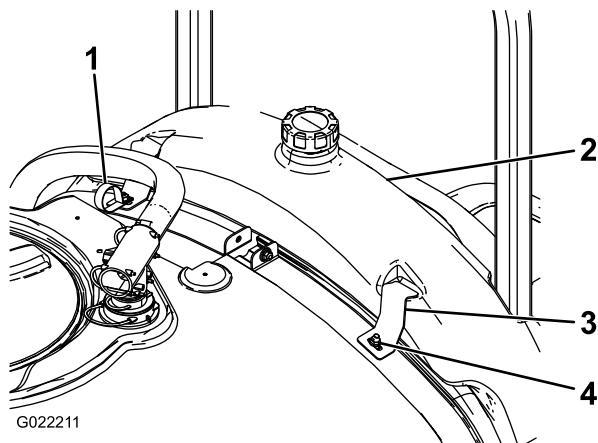

図3
- すすぎタンクを取り付ける(図3)。
を、先ほど取り付けたキャリッジボルトに取り付ける（図 3）。